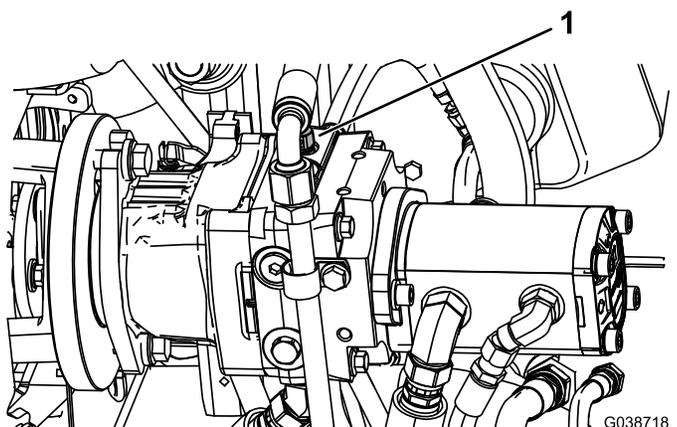

Figura 26
1. Localice la válvula de desvío en la bomba y gírela 2 vueltas completas en sentido antihorario (Figura 26).
2. Antes de arrancar el motor, cierre la válvula de desvío girándola 2 vueltas completas en sentido horario (Figura 26).